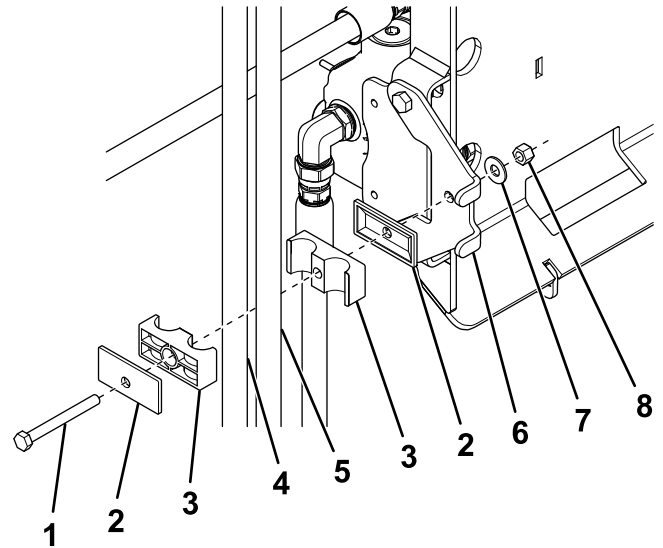

Figura 7
- Sujete las mangueras con la abrazadera de mangueras hidráulicas y sujete ésta al soporte de montaje de las mangueras usando un perno (5/16"), 2 placas de abrazadera, una arandela (5/16") y una contratuerca (5/16"), como se muestra en la Figura 7.